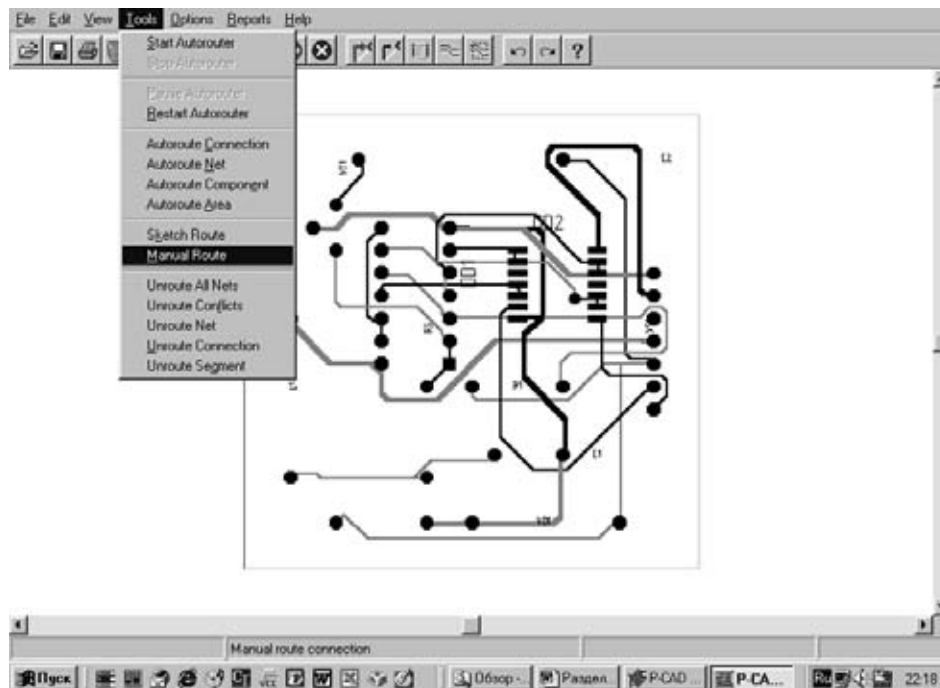

Рис.8.2.13
- Кроме описанных выше команд, в меню **Tools** трассировщика Shape Router предусмотрены команды, позволяющие выполнять ручную и интерактивную прокладку трасс (рис.8.2.13).